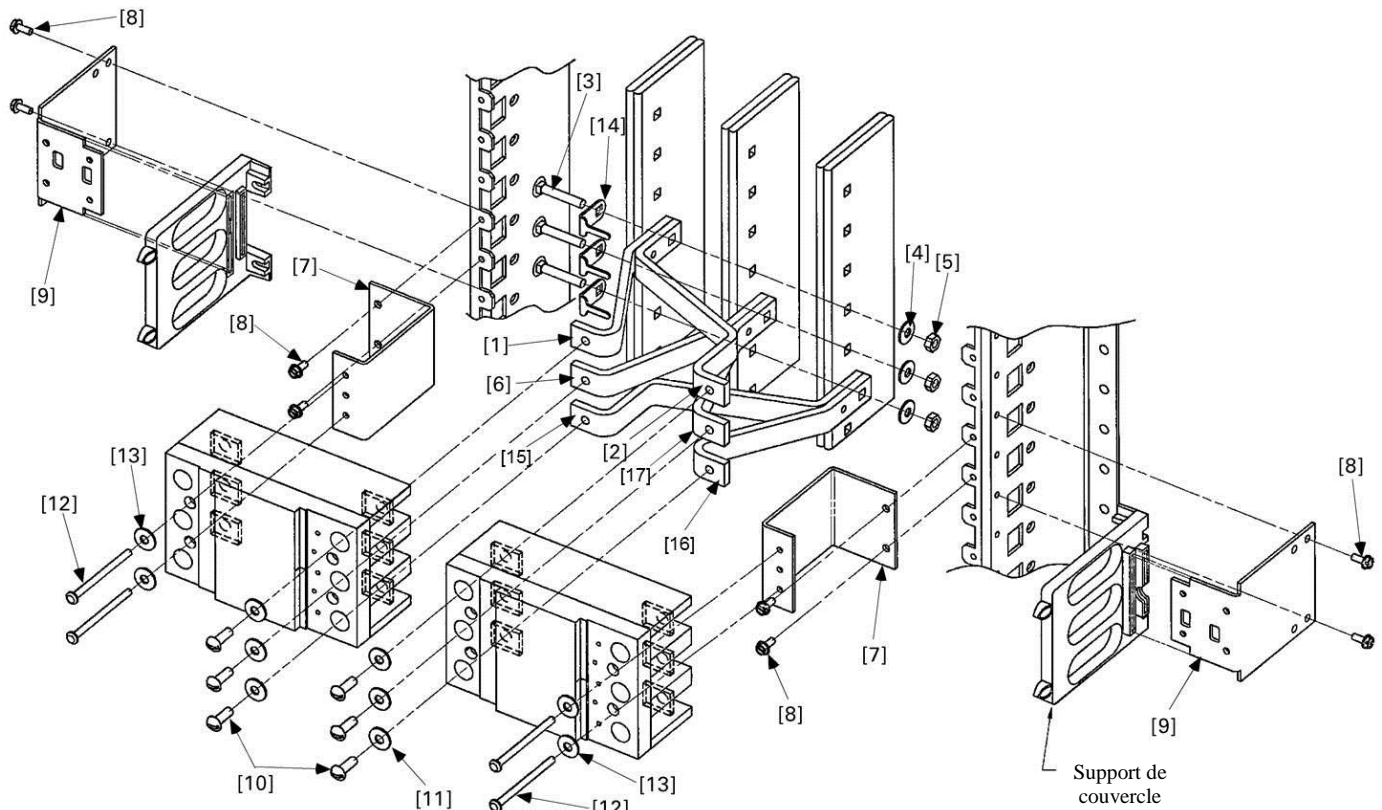

Figure 1. Montage de disjoncteurs TQD et THQD dans des intérieurs à boulonnage Spectra APNB.
- 3. Installer les barrettes de disjoncteur.** S'il s'agit d'applications trois phases (kit AMCB6QD), débiter par l'installation de barrettes de disjoncteur ayant les pôles de phase A ou C, tel que montré aux Figures 1 et 2. Glisser une pièce antirotation [14] sur la tige carrée du boulon de carrosserie [3]. Insérer l'assemblage du boulon de carrosserie dans le trou carré approprié dans la barre omnibus, de manière à ce que la tige de la pièce antirotation s'ajuste sur le devant de la barrette. Placer les trous carrés de la barrette intérieure [1] et de la barrette extérieure [2] par-dessus le boulon de manière à ce que la tige de la pièce antirotation s'ajuste dans les petits trous sur les barrettes. Fixer l'assemblage à barre omnibus verticale avec une rondelle à ressort conique [4] et un écrou [5], laissant la connexion serrée lâchement. Répéter le processus pour les barrettes de pôle de centre [6] et les autres barrettes de pôle des extrémités [1, 2].
S'il s'agit de panneaux à phase simple, d'applications cc et de fins d'équilibrage des phases (kit AMCB4QD), la Table 2 liste les configurations possibles. Aligner les assemblages appropriés de barrettes [1, 2, 6, ] avec les trous correspondants dans la barre omnibus verticale, tel que montré aux Figures 1 and 2. Fixer lâchement chaque assemblage de barrette à la barre omnibus verticale avec un boulon de carrosserie [2], une rondelle conique [3], et un écrou [4], tel que décrit pour le kit trois phases. Lors de l'installation de toute configuration de barrette deux pôles dans la Table 2, assurez-vous d'installer les barrettes dans un ordre standard de rotation des phases. Lors de l'installation d'un disjoncteur deux pôles et d'un disjoncteur trois pôles dans un assemblage à double dérivation, mettre les barrettes dans une configuration type trois pôles, tel que montré à la Figure 1.
**4. Installer les soutiens de montage de disjoncteur et les supports de couvercle.** Attacher les soutiens de montage de l'intérieur du disjoncteur [7] aux rails latéraux de panneau avec des vis autotaraudeuses [8], tel que montré à la Figure 1. Serrer les vis à 35 lb.-po. Glisser l'ouverture la plus élevée des supports de couvercle (fourni avec le kit de couvercle de disjoncteur), avec les onglets de montage orientés vers l'intérieur, sur les soutiens de montage de l'extérieur [9] jusqu'à ce qu'ils cliquent en place. Les supports de couvercle s'enlèvent facilement en insérant une lame de tournevis dans l'ouverture sur le côté de l'assemblage de soutien de montage et en tirant doucement vers le bas tout en poussant pour retirer le support. Installer les assemblages complétés de soutien de montage extérieurs sur les rails latéraux de panneaux avec des vis autotaraudeuses [8], tel qu'illustré à la Figure 1. Serrer les vis à 35 lb.-po.